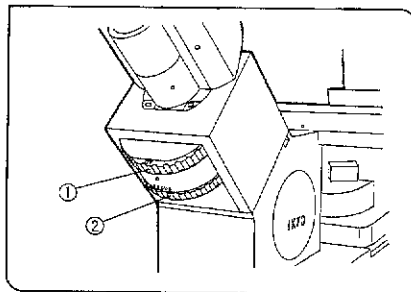

図 83
## 2 位相差リングスリットの心出し (図83,84,85,86)
- 2) 双眼鏡筒がU-BI90CTの場合は、CTターレット①を回し、CTの表示位置にします。U-BI90CT以外の場合は、接眼レンズを外し、心出し望遠鏡(U-CT30)に交換します。(図83)
- 4) フォーカスリング②(心出し望遠鏡の場合はローレット部)を回して、リングスリット③と適用する対物レンズのフェーズプレート④にピントを合わせます。(図83,84)